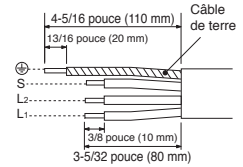

Fig. 1 Construction
5. Retirez la fixation de la gaine en desserrant la vis de fixation (Fig. 1)